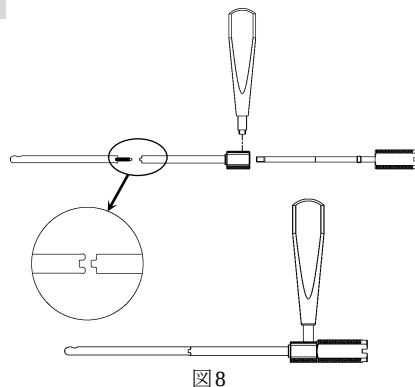

図 8
- 8) 5) で読み取った長さのインプラントを選択します。アウターガイド先端とインプラント後端を組み付け、インナーガイドにて確実に固定します。(図 8) アウター開窓部より、フックが適切な向きで配置されていることを確認して下さい。